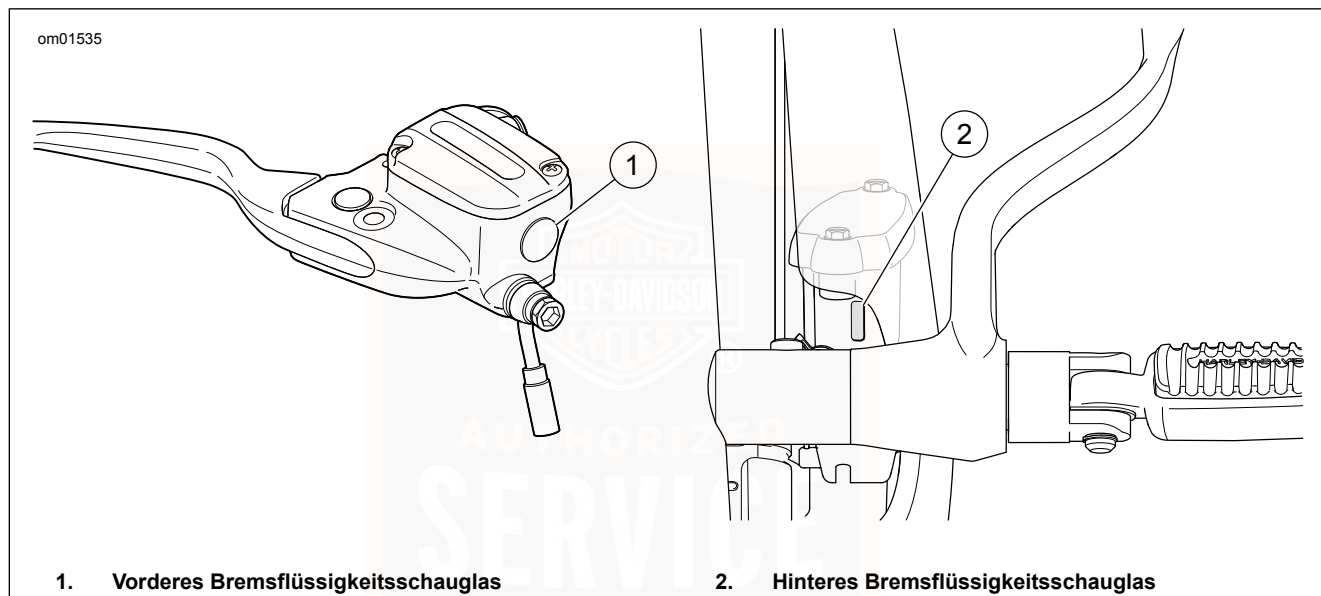

Abbildung 35. Bremsflüssigkeitsbehälter
Siehe Abbildung 35. Durch das Schauglas (1) prüfen, ob der Flüssigkeitsstand in der Mitte des Schauglases oder darüber liegt.